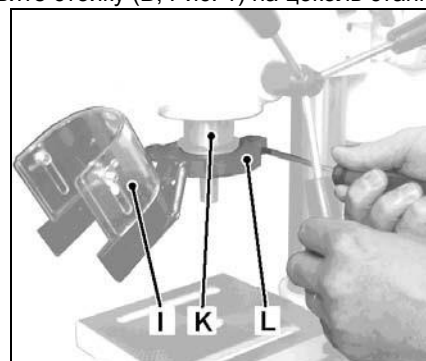

Рис.2
**Монтаж защиты сверлильного патрона** Установите защиту патрона (I, Рис. 2) на сверлильную пинюль (K), прежде чем монтировать патрон.